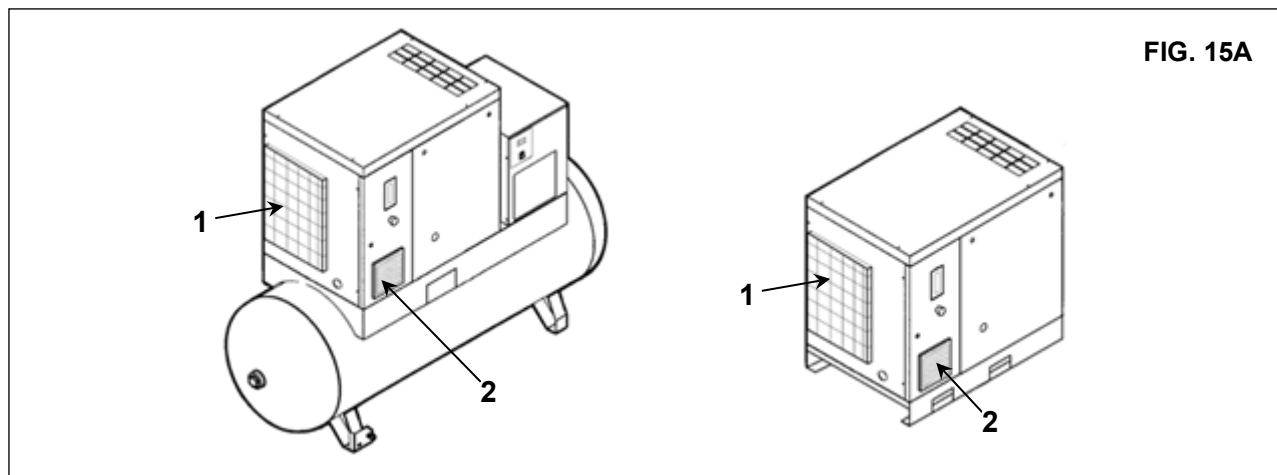

FIG. 15A
- Ta bort panelfiltren Ref. 1 och Ref. 2 Fig. 15A.